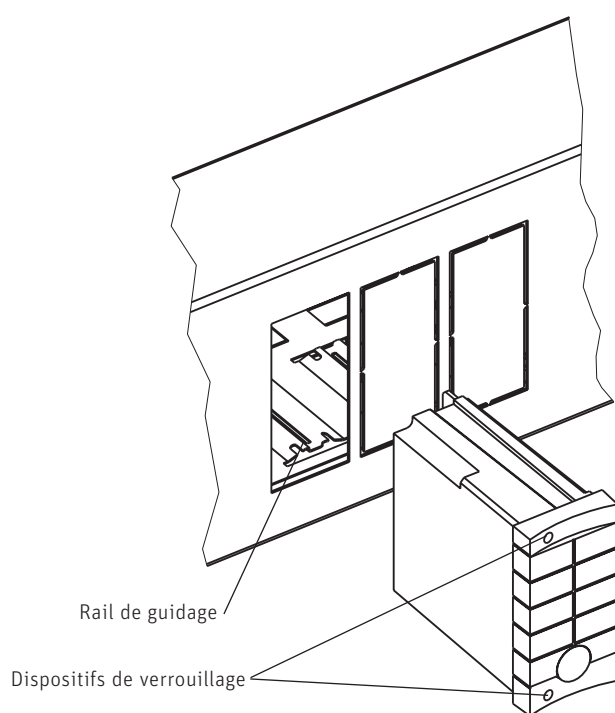

Fig. 59 Module fonctionnel
- Pousser le module sur le rail de guidage dans la découpe du panneau – Fig. 59.